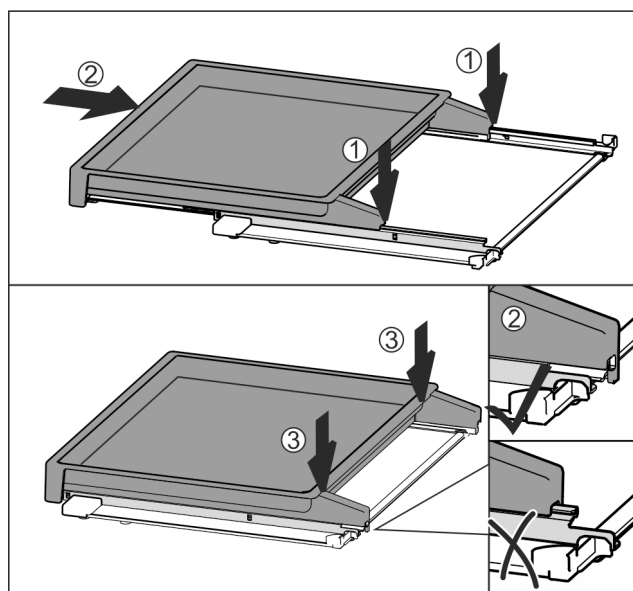

Fig. 79
- ▶ Nasadte vyťahovaciu poličku centricky na koľajničky Fig. 79 (1).
- ▶ Úplne zasunúť vyťahovaciu poličku Fig. 79 (2).
- ▶ Tlačte na zadnú stranu, kým počutálne nezapadne Fig. 79 (3).